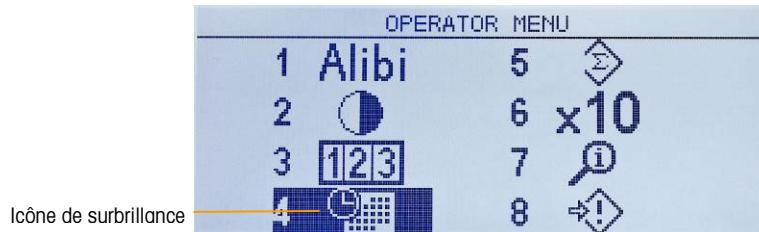
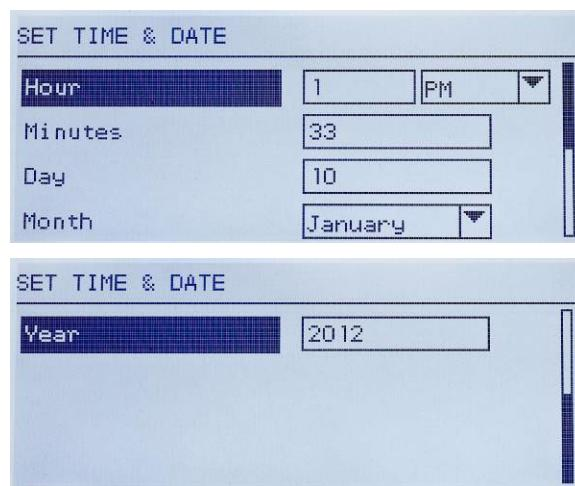
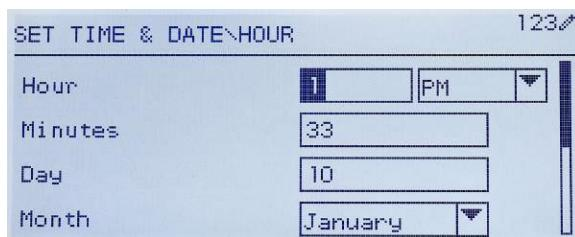

Figure 2-3 : Affichage du menu opérateur
Figure 2-4: Définition de l'heure et de la date
Figure 2-5 : Configuration de l'heure et de la date, champ heure en surbrillance
Pour accéder au menu de l'opérateur, appuyez sur la touche MENU . L'affichage passera de la présentation du poids normal à un ensemble d'icônes (Figure 2-3). Les icônes incluses dépendent de la configuration du terminal ; pour de plus amples détails, reportez-vous au Tableau 2-5.
- Lorsque la surbrillance se trouve dans la colonne gauche, comme sur les Figure 2-3 et Figure 2-4, si vous appuyez sur la touche fléchée GAUCHE, vous quitterez le menu CONFIGURATION et afficherez le menu de l'OPÉRATEUR.
Par exemple, sur l'écran de la Figure 2-3, si vous appuyez sur ENTRÉE ou sur 4, vous afficherez l'écran de configuration de l'heure et de la date.
Sur la Figure 2-4, une étiquette de champ (Heure) est en surbrillance. Sur la Figure 2-5, le champ d'entrée numérique de l'heure est sélectionné. Utilisez les touches du clavier numérique pour modifier la valeur. Lorsque le nombre correct est affiché, appuyez sur ENTRÉE pour confirmer la sélection et passer à l'étiquette de champ suivante (Minutes).
Lorsque l'heure et la date sont correctement réglées, appuyez sur la touche fléchée GAUCHE pour revenir au Menu de l'opérateur (Figure 2-3).